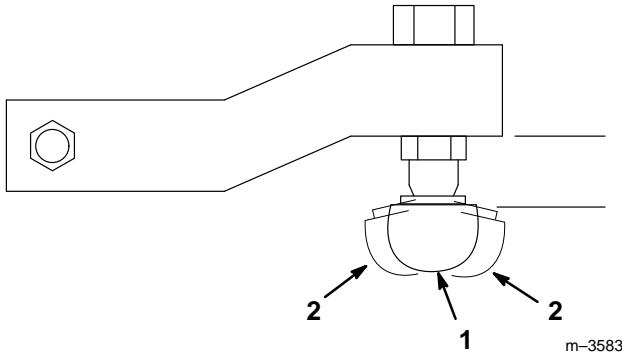

Abbildung 43
**Wichtig:** Darauf achten, daß die flache Oberfläche an der Oberseite der vorderen Spurstangenenden parallel zur Unterseite des Lenkschenkels liegt (Abb. 43).